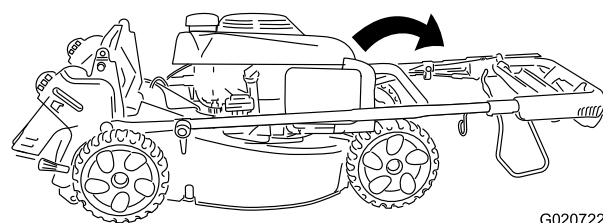

Рисунок 20
2. Поверните всю рукоятку вперед (Рисунок 20).